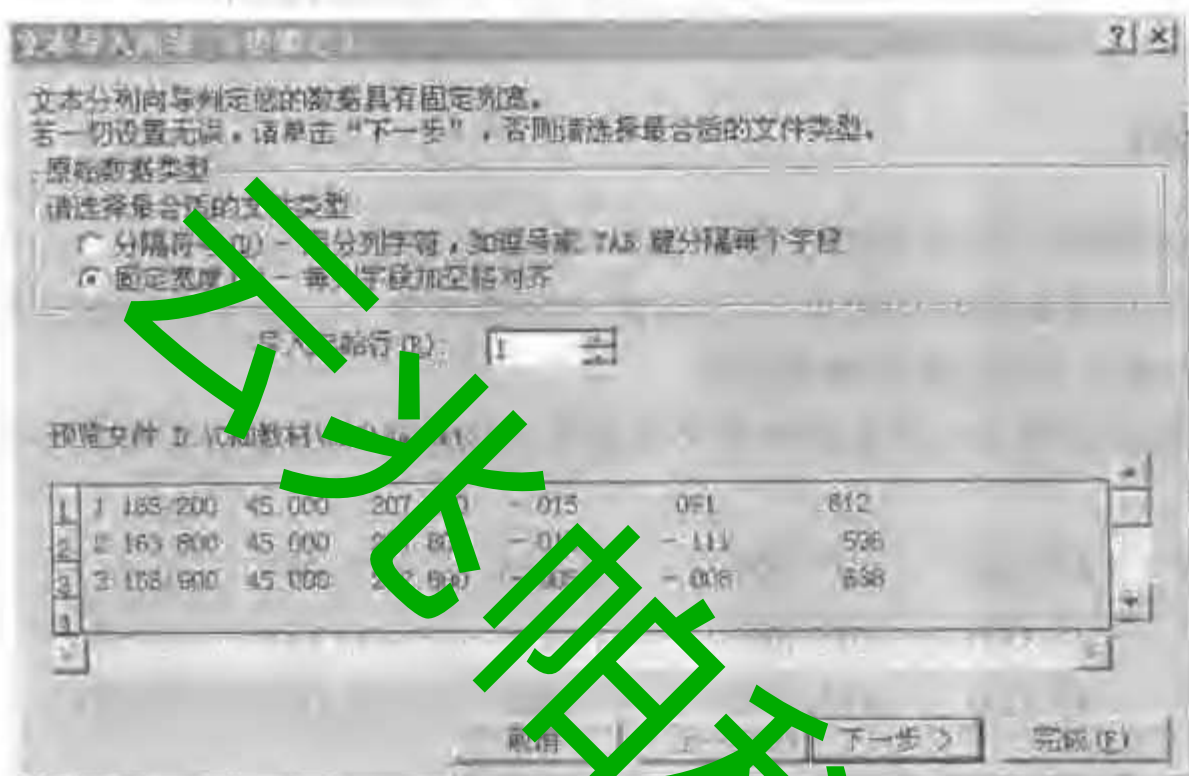

图 4-1 文本导入向导对话框
(1) 打开 Excel,选择下拉菜单中的数据→获取外部数据→导入文本文件,弹出的打开文件对话框,在打开文件对话框中选择计算出来的数据文件,出现文本导入向导对话框,如图 4-1 所示。
(2) 选择分隔符号,分隔符号一般采用空格形式,单击“下一步”按钮。
(3) 列数据格式采用常规,单击“完成”按钮,完成数据的读入。
(4) 在读入数据形成的 Excel 电子表格文件中,选择有关数据复制粘贴到 Word 文档中制作好的表格中,即完成该数据结果的表格(如表 4-1 所示)制作。